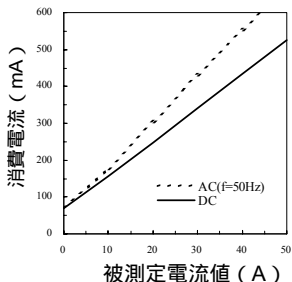

図 1 被測定電流値と消費電流（特性例）
- ・ クランプオンプローブの消費電流は、被測定電流値に依存します。クランプオンプローブの消費電流の合計が、3272 の定格出力電流を超えないようにしてください。図 1 を参考にしてください。